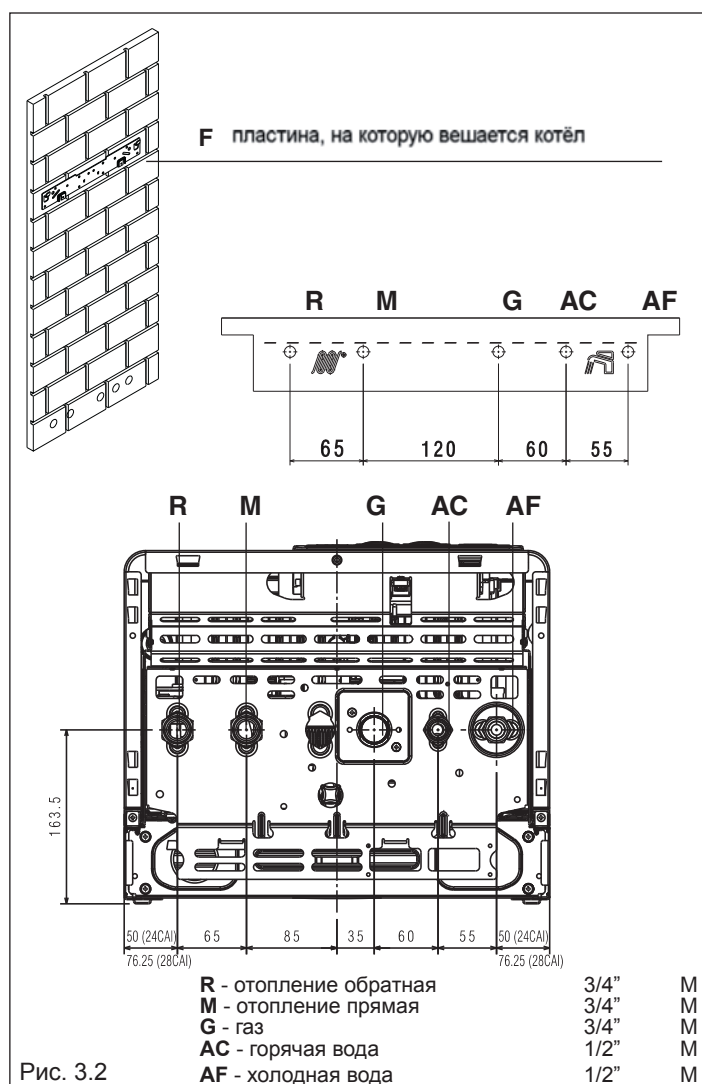

Рис. 3.2
- закрепите кронштейн (F) – рис. 3.2 – на стене и с помощью уровня проверьте, чтобы она находилась в идеальном горизонтальном положении
На рис. 3.2 описаны расположение и размеры для гидравлических подключений